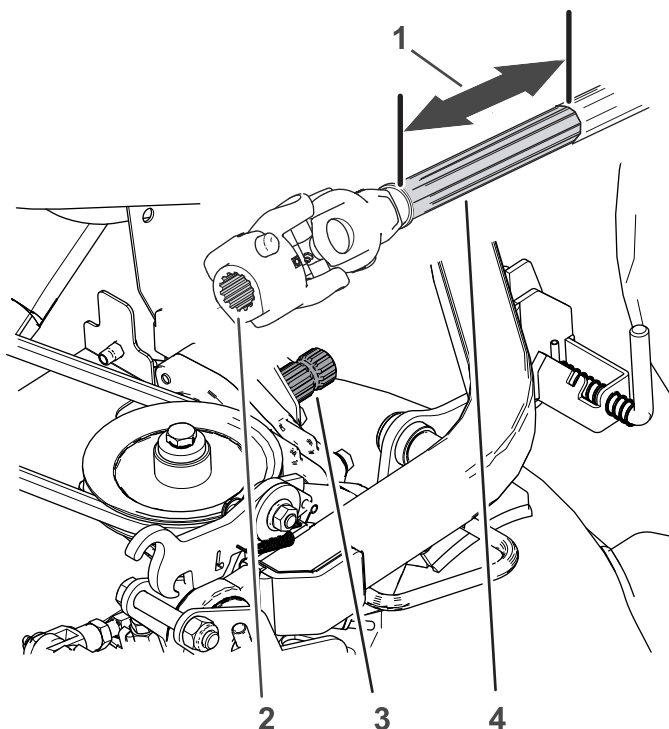

Bild 48
2. Ziehen Sie die vordere Hälfte der Antriebswelle (Bild 48) um 25 cm nach vorne.
3. Reinigen Sie die Keile der Getriebewelle und die Keile der Antriebswelle (Bild 48).
4. Reinigen Sie die Gleitoberfläche der vorderen Antriebswelle (Bild 48).
5. Tragen Sie Gleitmittel auf die Keile der Getriebewelle und der Antriebsgelenkkupplung auf (Bild 48).
6. Tragen Sie Gleitmittel auf die Gleitoberfläche der vorderen Antriebswelle auf (Bild 48).